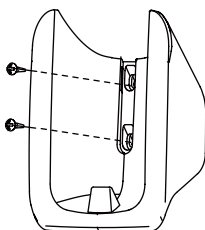

Abb. 2.3
1) Befestigen Sie die Fernbedienungs-Halterung in einer stabilen Position (siehe Abbildung 2.3);